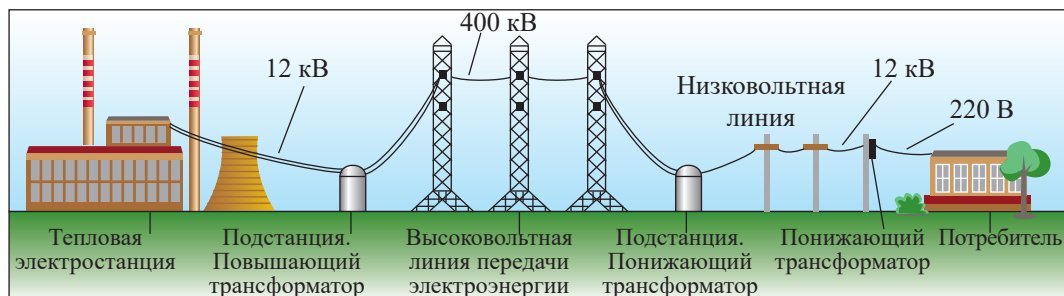

Рис. 66. Производство и передача электроэнергии потребителям от индукционного генератора
2. Во сколько раз уменьшаются потери электроэнергии при повышении напряжения от 12 кВ до 400 кВ (рис. 66).